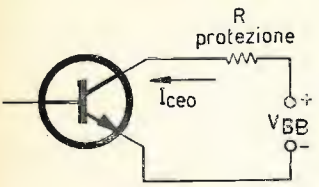

figura 4
- 4) Misura di I_{cco} : si ottiene il montaggio di figura 4.